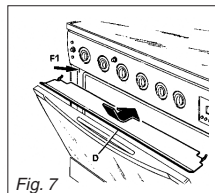

Fig. 7
- Laissez la porte du four entrouverte pendant la cuisson (fig. 7).
- Insérez le déflecteur (D) du grilloir de la façon suivante: